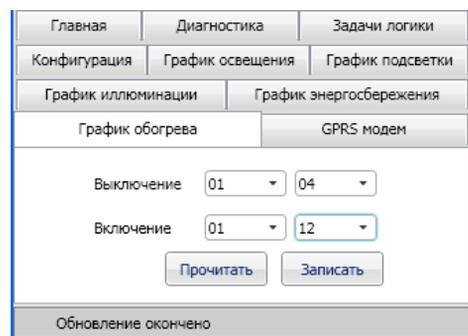

Рисунок 11
6.6 В вкладке «ГРАФИК ОБОГРЕВА» имеется возможность задать промежуток времени, на котором будет включен обогрев (число/месяц). Включение/выключение нагрузки (обогрева) происходит в 00:00 числа, записанного по графику (рисунок 11).